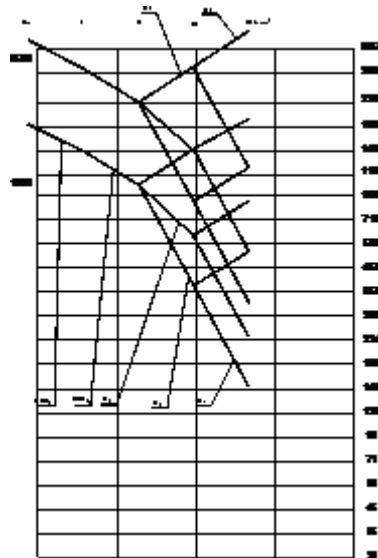

Рис. 1 График частот вращения
11. Определите диапазон регулирования привода (Рис. 1).
12. Определите диапазон регулирования электродвигателя (Рис. 1).
16. Запишите формулу для определения передаточного отношения передачи  $u_3$ , используя формулу  $U = \varphi^k$ , где  $\varphi = 1,26$ ;  $k$  – число интервалов, которые пересекает изображение передачи на графике (Рис. 1).